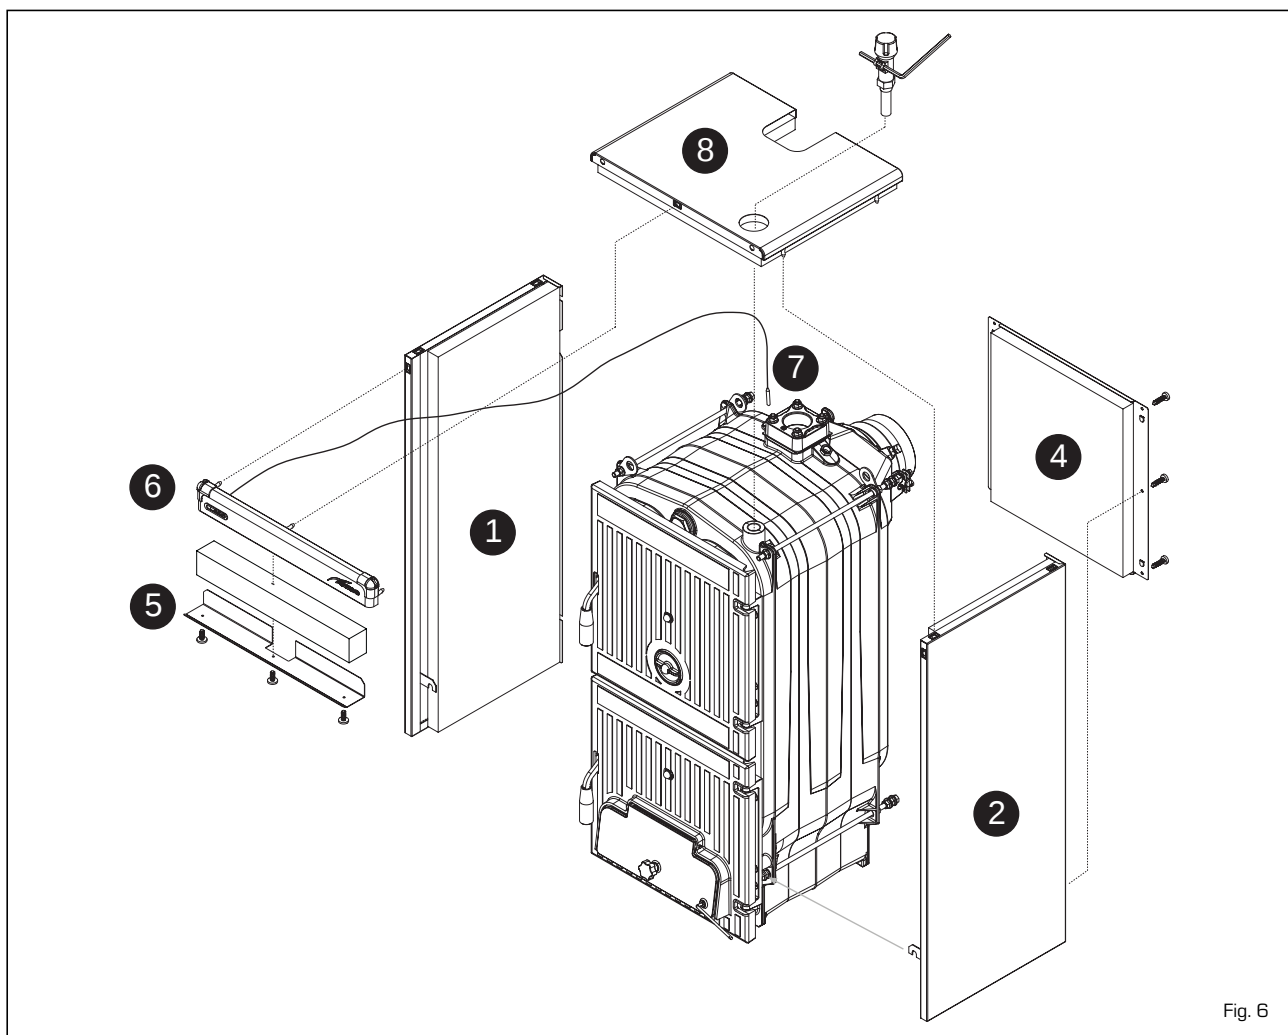

Fig. 6
- Togliere la vite M8 x 60 che fissa la serranda d'immissione aria alla porta del cenerario ed avvitare la vite con pomello in bachelite (1) fornita nella confezione. Porre all'estremità della vite M10 il dado cieco con calotta (2).
- Fissare la leva M6 (3) alla serranda dell'aria ponendola in orizzontale verso destra. La leva ha all'estremità un foro sul quale verrà poi collegata la catenella del regolatore termostatico.
4.5 MONTAGGIO MANTELLO (fig. 6)